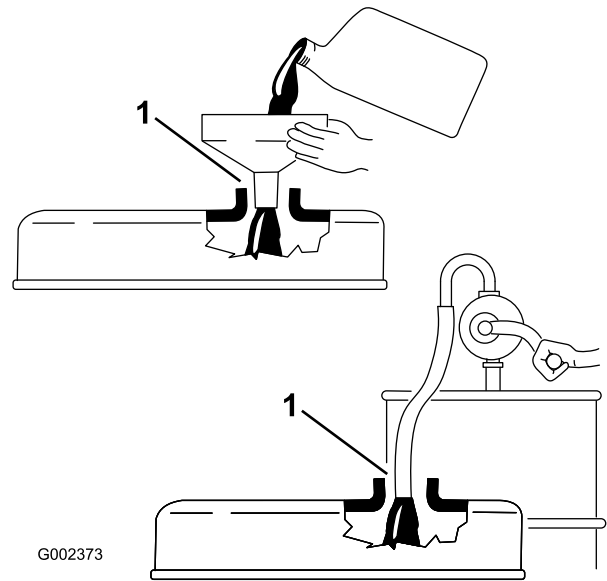

Bild 17
3. Nehmen Sie bei einem niedrigen Ölstand den Fülldeckel (Bild 17) ab und gießen Sie genug Öl in die Öffnung, bis der Ölstand die Vollmarke am Peilstab erreicht.
Wichtig: Beim Auffüllen von Motoröl oder Einfüllen von Öl muss ein Abstand zwischen dem Öleinfüllgerät und dem Öleinfüllstutzen in der Ventilöffnung bestehen, siehe Bild 17. Dieser Abstand ist für die Belüftung beim